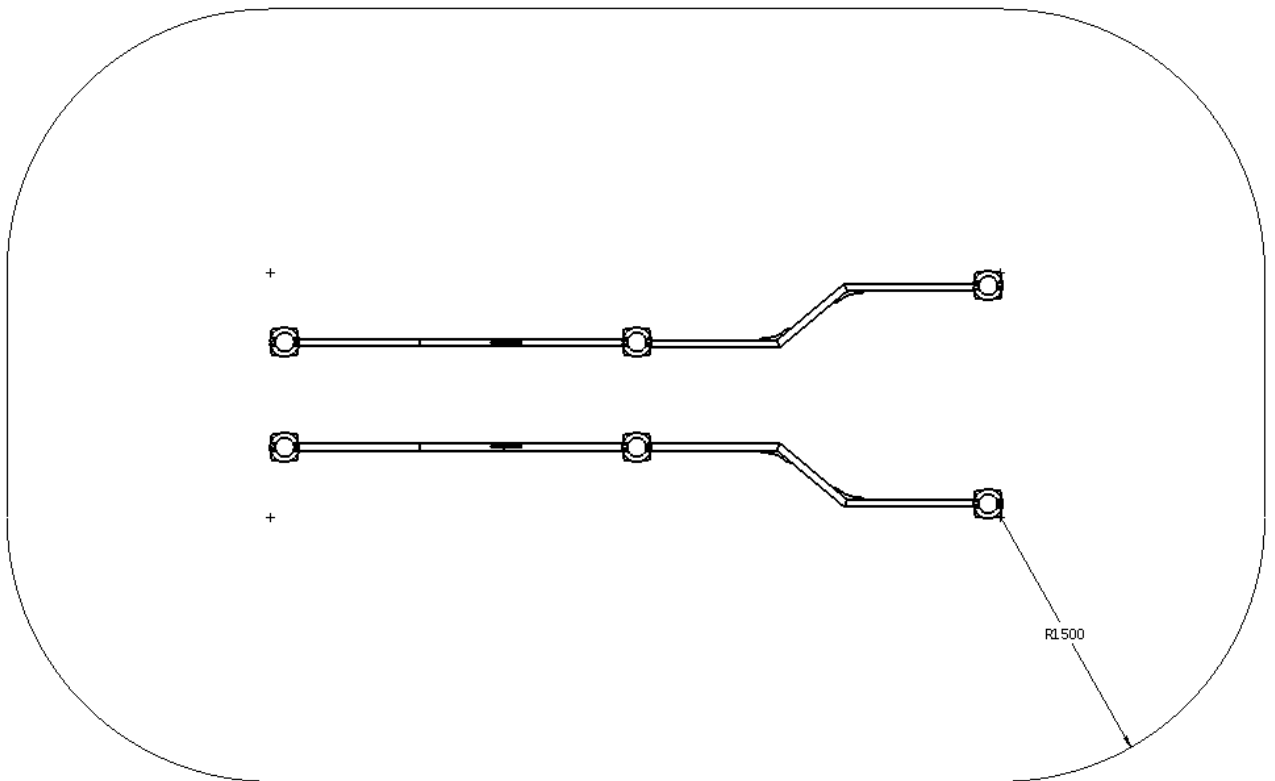

Рис.1
Над зоной безопасности, представленной на рис.1., должно быть пространство на высоту 5,3 м свободное от строений, зеленых насаждений и элементов других конструкций.
- 11.1.2. Установка Изделия проводится на ровной площадке, свободной от насаждений. Размер площадки не меньше указанного на зоне безопасности (см. рис.1).
На месте установки комплекса подготавливаются углубления размером 220x220 мм, глубиной 700 мм в количестве 6 штук. На дно углублений засыпается гравийная подушка высотой 100 мм и утрамбовывается. Далее устанавливаются столбы на глубину 600мм (согласно монтажной схеме рис.1). Далее столбы заливаются цементно-песчаным раствором (типа бетон), параллельно контролируя вертикальность состояния заливаемых элементов. После окончательного застывания цементно-песчаной основы, на столбы навешиваются брусья при помощи хомутов.